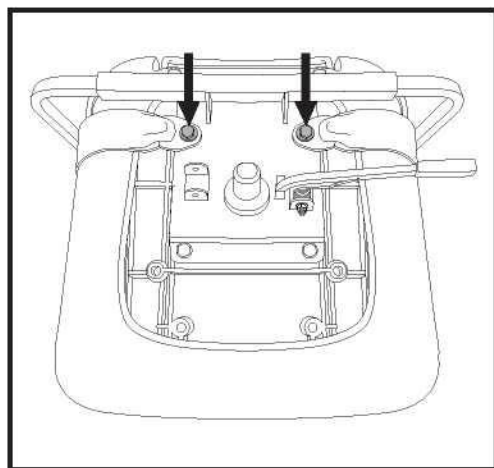

Figure 29. Boulons du ceinture de positionnement
2. Placez le siège à l'envers pour faire face à sa base. **Voir la figure 29.**